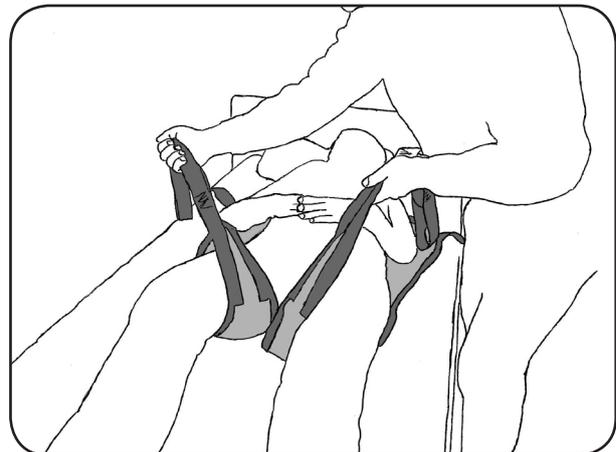

Abb. 8.2.02 - Beinstützen zwischen den Beinen des Patienten positioniert
7. Drehen Sie den Patienten wieder auf den Rücken und ordnen Sie die Beinstützen zwischen den Beinen des Patienten an (Abbildung 8.2.02). Achten Sie darauf, dass die Beinschlaufen gleich lang sind. Die Schulterschlaufen liegen jeweils im Bereich der rechten und linken Schulter.